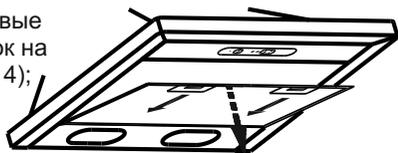

РИС. 4
- перед установкой зонта снимите алюминиевые фильтры, для этого нажмите на пружинный замок на фильтре и потяните фильтр вниз и на себя (рис. 4);